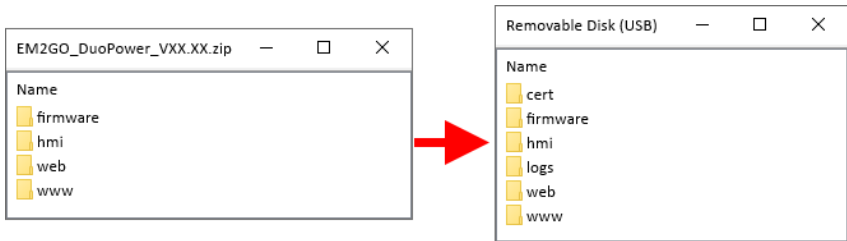

Abb. 2 Kopieren von Ordnern aus der ZIP-Datei auf den Wechseldatenträger des EV-Ladegeräts
8. Extrahieren Sie alle Dateien und Ordner der heruntergeladenen ZIP-Datei auf den Wechseldatenträger des EV-Ladegeräts und verwenden Sie dabei die ursprünglichen Datei- und Ordernamen (siehe Abb. 2).